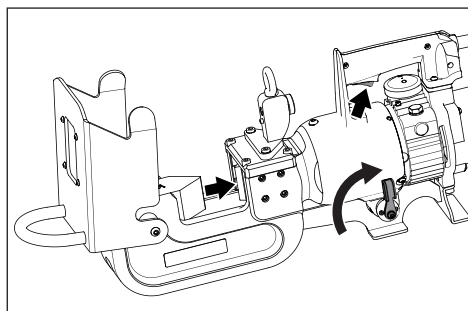

Abbildung 8, Kolben einfahren
- Drücken Sie bei Richtungshebel in Position 2 den Abzugshebel, und halten Sie diesen gedrückt, um den Kolben einzufahren und das bewegliche Messer nach hinten zu bewegen. Siehe Abbildung 8.
Stellen Sie vor dem Positionieren der Kette im Schneidkopf stets sicher, dass sich der Kolben und das bewegliche Messer in der „Ausgangsposition“ (vollständig zurückgezogen) befinden. Siehe Abbildung 8.
3. Stellen Sie sicher, dass sich der Kolben in der „Ausgangsposition“ (vollständig zurückgezogen) befindet. Siehe Abbildung 8.